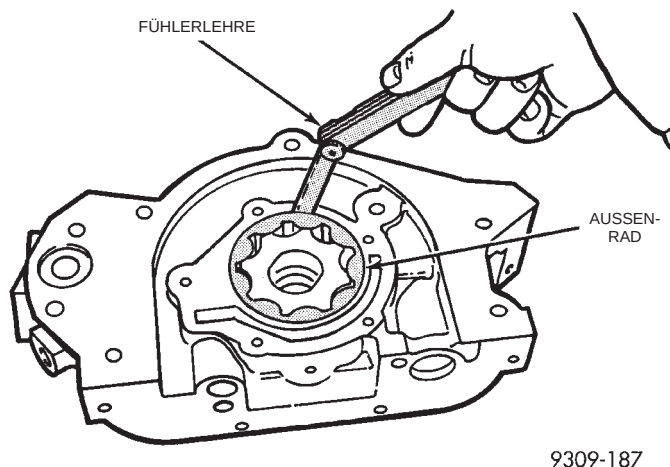

Abb. 116 Messen des Außenradspiels im Gehäuse
(5) Außenrad in das Pumpengehäuse legen, mit den Fingern an eine Seite des Pumpengehäuses drücken und Spiel zwischen Außenrad und Pumpengehäuse messen (Abb. 116). Bei einem Spiel von 0,39 mm (0,015 Zoll) oder mehr Pumpengehäuse nur dann austauschen, wenn das Außenrad den Sollwerten entspricht.